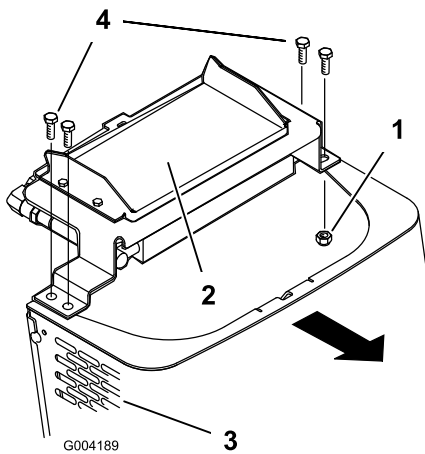

Figura 31
6. Retire los pernos de cuello largo y las tuercas que fijan el enfriador de aceite a la parte superior de la rejilla delantera (Figura 31).